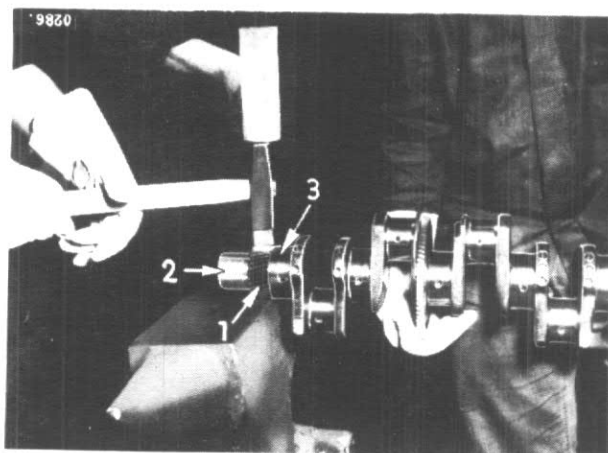

Figure 100
Placez le pignon du vilebrequin sur une enclume et maintenez-le dans la position indiquée fig. 100. Le tourillon (3) ne doit pas venir au contact du bord de l'enclume.
Pour remplacer la couronne, il faut la fendre de la même façon que le pignon de vilebrequin, fig. 100.